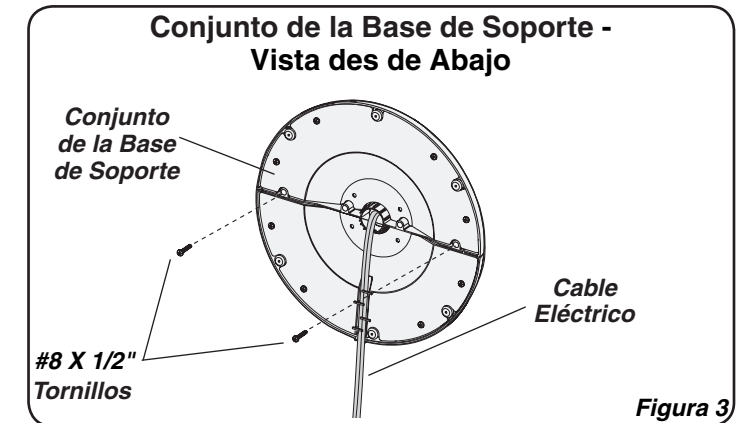

Figura 3
- Fije los **Tornillos (2) #8 X 1/2"** en los cuatro orificios que se encuentran en la parte inferior de la base. (Figura 3)